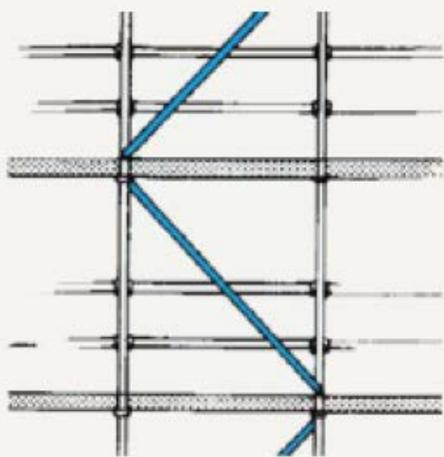

Fig. 2
- multidirectionnels (ou modulaires) (Fig. 2).
- être entretoisés et contreventés (Fig. 2 et 3);